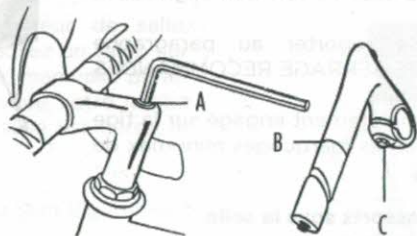

Fig. 1
4.3 - 1 : Réglage d'une potence à plongeur (fig.1)
▶ Desserrer la vis de l'expandeur (A) de 2 tours, dans le sens contraire des aiguilles d'une montre à l'aide d'une clé Allen.